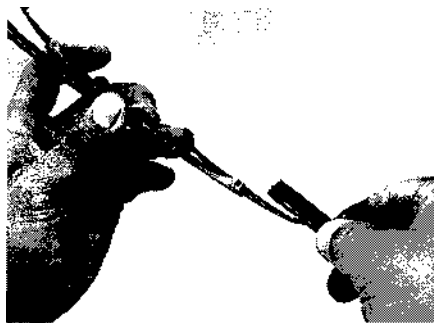

Рис. 5.6. Вставьте новую вставку меньшими выступами в правый конец рамки
- 6 Вставьте новую вставку меньшими выступами в правый конец рамки (см. рис. 5.6). Протрите вставку на место и закрепите ее конец в рамке.